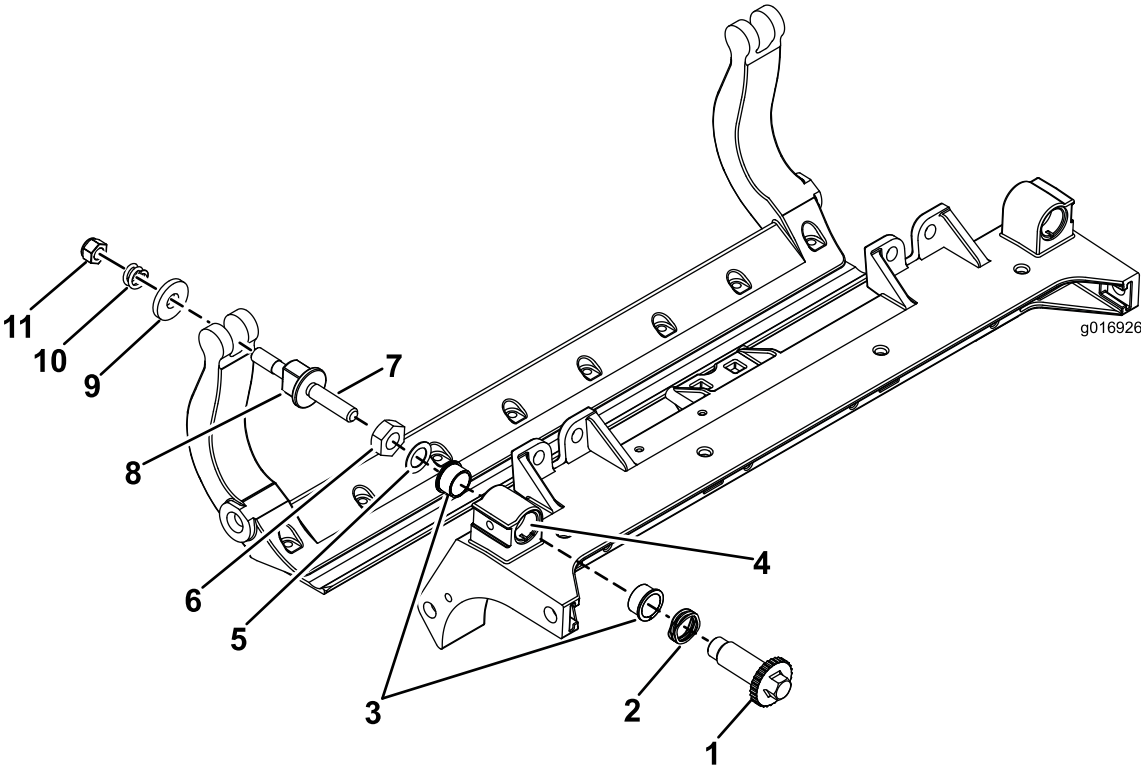

Figura 36
- 1. Retire todas las piezas (consulte las *Instrucciones de instalación* del Kit HD DPA y la Figura 36).
- 2. Aplique compuesto antigripante en la parte interior de la zona de los casquillos del bastidor central de la unidad de corte (Figura 36).
- 3. Alinee los salientes de los casquillos con brida con las ranuras del bastidor, e instale los casquillos (Figura 36).
- 4. Instale una arandela ondulada sobre el eje del ajustador e introduzca el eje del ajustador en los casquillos con brida del bastidor de la unidad de corte (Figura 36).
- 5. Sujete el eje del ajustador con una arandela plana y una contratuerca (Figura 36).
- 12. Coloque una arandela de acero por fuera de cada arandela de nylon (Figura 36).
Nota: Las arandelas del interior pueden tener cierta holgura (Figura 36).
15. Apriete la tuerca de cada ajustador de la barra de asiento hasta que el muelle de compresión esté comprimido del todo, luego afloje la tuerca $\frac{1}{2}$ vuelta (Figura 36).